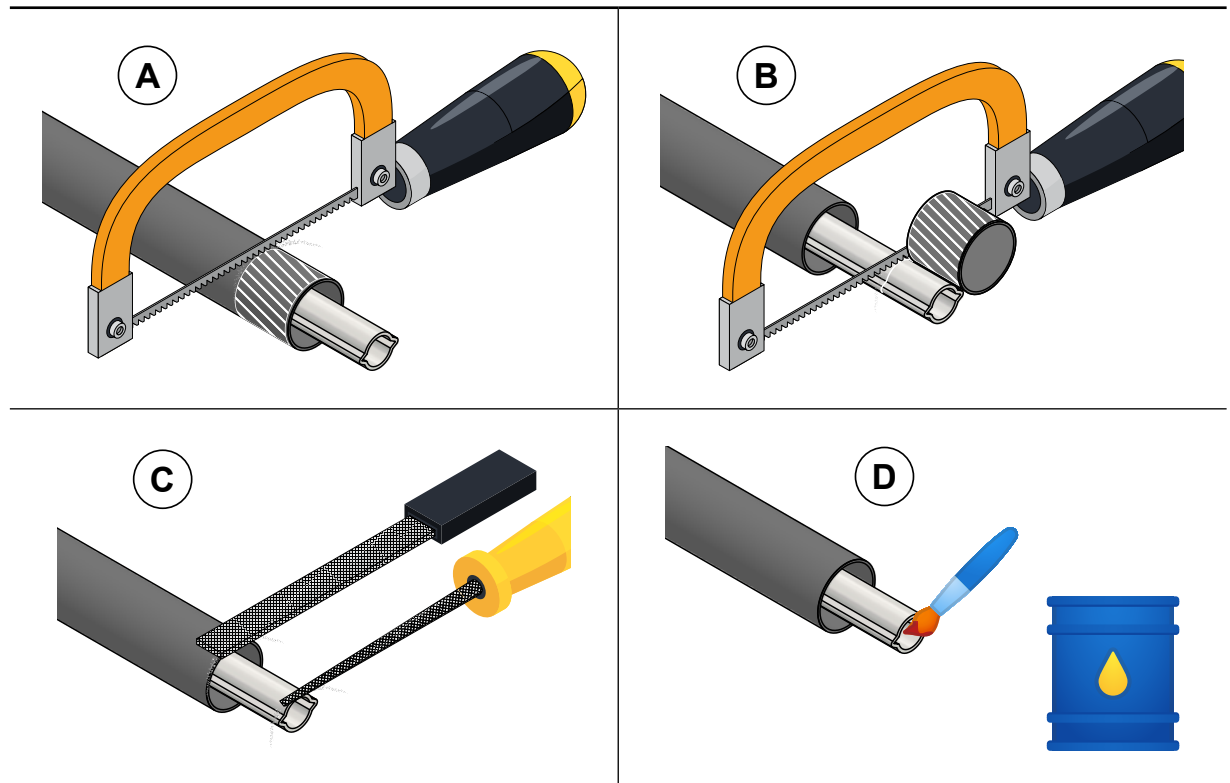

Fig. 24 Arbre à cardan - Réduction de l'arbre à cardan
- Raccourcir les tubes coulissants à la longueur requise (Fig.24 Dét. A et B).
- Nettoyer les irrégularités du métal dues à la découpe (Fig.24 Dét. C).
- Enfin, lubrifier l'intérieur du tube extérieur (Fig.24 Dét. D).